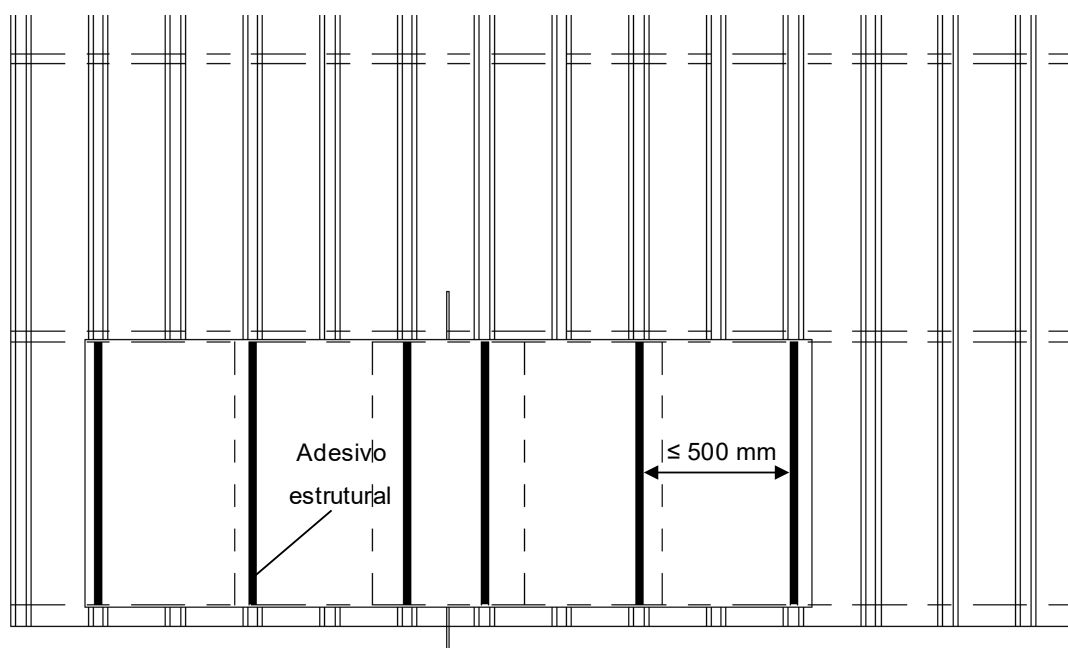

Figura 2
① Os produtos Galaxy Plus são colados nas telhas metálicas por meio de um adesivo estrutural, que precisa atender aos requisitos de resistência do adesivo e passar nos testes de confiabilidade. Cada produto deve ser equipado com, no mínimo, 6 tiras de adesivo estrutural no verso (conforme mostrado na Figura 2) e o espaçamento entre cada tira de adesivo estrutural deve ser distribuído da forma mais uniforme possível. A distância entre duas tiras de adesivo estrutural não deve ser maior do que 500 mm.